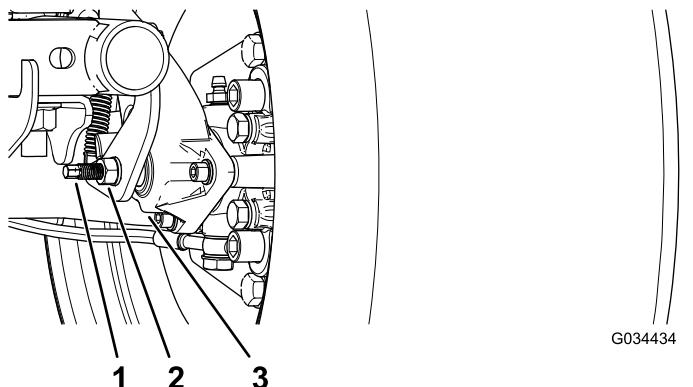

Figura 56
- Utilizando duas chaves, segure ajustando o poste na pinça em posição com uma chave e desaperte a porca de retenção cerca de 1/4 de volta com outra chave (Figura 56).
- Enquanto segura o polo de ajuste e a porca de retenção no lugar, rode o polo de ajuste para apertar (Figura 56).
- Enquanto segura o polo de ajuste e a porca de retenção no lugar, afaste cerca de 1/4 de volta (Figura 56).
- Enquanto segura o polo de ajuste e a porca de retenção no lugar, aperte a porca de retenção (Figura 56).